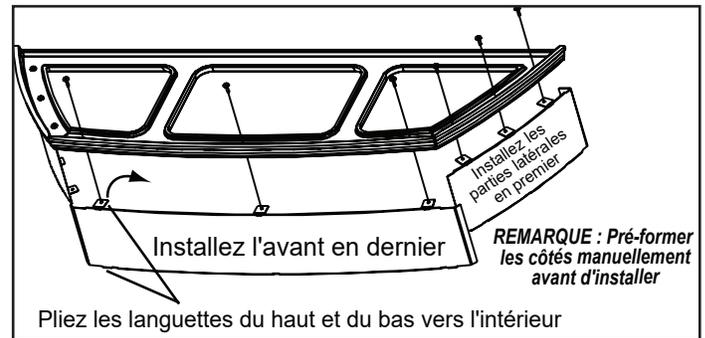

Figure 23.3
4. Placez 1 anneau en fonte face visible, qui deviendra l'anneau inférieur une fois installé. Fixez D'ABORD les 2 pièces de côté, puis la pièce avant. **Figure 23.3.**